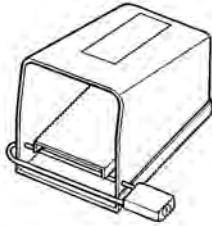

Figura 1 – Interruptor de Pie con pestillo
- **Cuando no se use la máquina, póngale pestillo al interruptor de pie (Figura 1).** Esto evita la puesta en marcha involuntaria de la máquina.